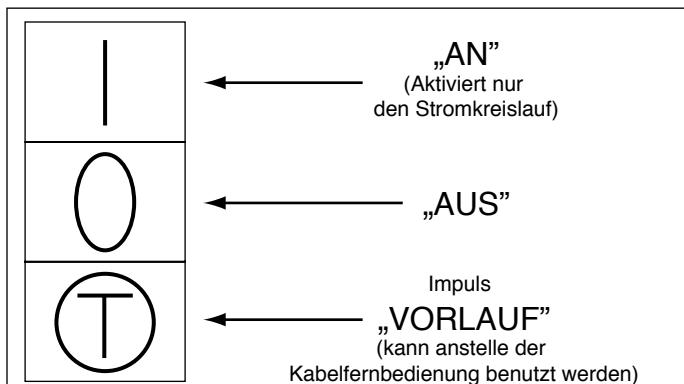

Abbildung 5 - Positionen des Pumpenschalters
- Vergewissern Sie sich, dass der Pumpenschalter auf „AUS“ steht. Vgl. Abb. 5.